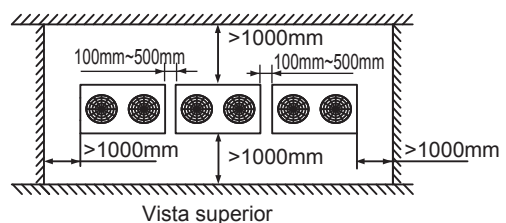

Fig.4-9
- Al instalar la unidad, deje un espacio para el mantenimiento se muestra en la Fig.4-9. Instalar la fuente de alimentación en el lado de la unidad exterior. Para el procedimiento de instalación, consulte el manual de instalación del dispositivo de alimentación.